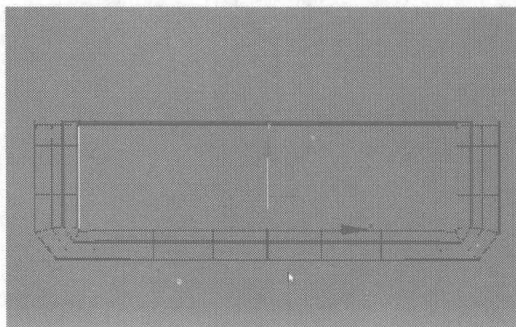

图 4.362
- 30** 在 Modify 控制面板中选择线编辑，在如图 4.362 所示 Bottom 视图中框选 Box 物体的边线，单击右键，在弹出的快捷菜单中选择 Connect 命令，添加一条细分线。